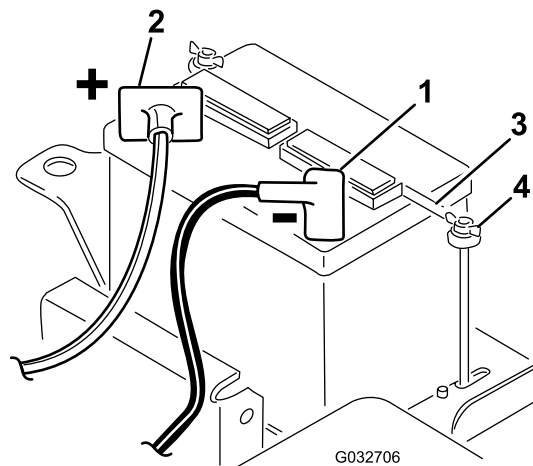

Bild 5
2. Schließen Sie das Pluskabel der Batterie (rot) vom Startermagnet an den positiven Pol (+) der Batterie an (Bild 5). Befestigen Sie sie mit einer Schlossschraube und einer Mutter. Achten Sie darauf, dass das Kabel nicht den Sitz berührt, wenn der Sitz ganz nach hinten gestellt ist, da das Kabel ansonsten abgenutzt oder beschädigt werden kann.
- Montieren Sie die Batterieklemme und die Scheiben und ziehen Sie sie mit den Flügelmuttern an (Bild 5).